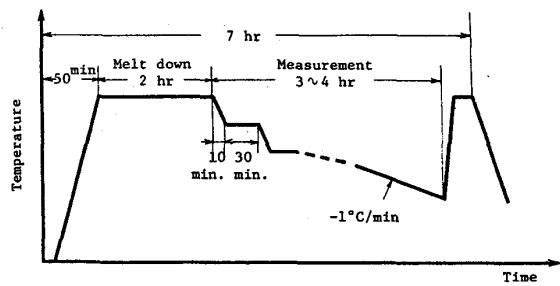

Fig.2 Conceptual diagram of viscosity measurement
(1) 仕様
- D. 測定時間、測定手順 —— 測定手順と内容を Fig.2 に示すが、測定時間は約 7 時間である。また、人手作業は測定中は無く、ほぼ全自動である。
(2) 測定精度確保のポイント